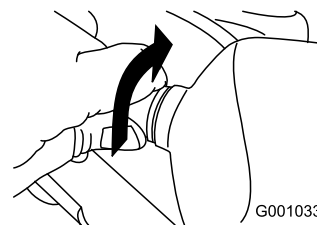

Рисунок 51
- Поверните цоколь лампы против часовой стрелки до упора (Рисунок 51).